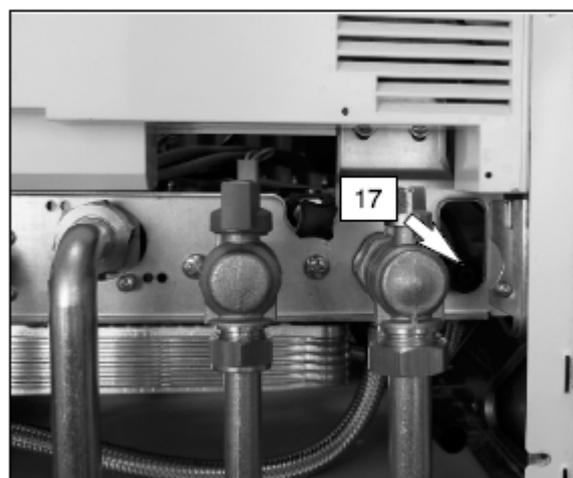

Fig. 9.4.
2. Abrir a torneira de esvaziamento do circuito primário 17, na fig. 9.4.